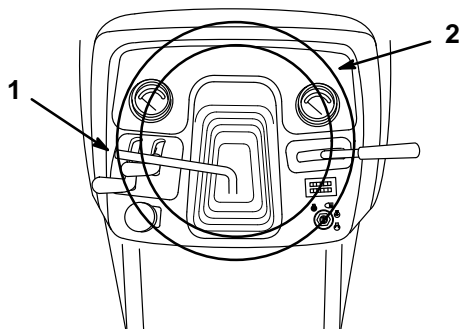

Abbildung 24
1. Den Kipphebel hochziehen, um die Verriegelung zu lösen (Abb. 24).